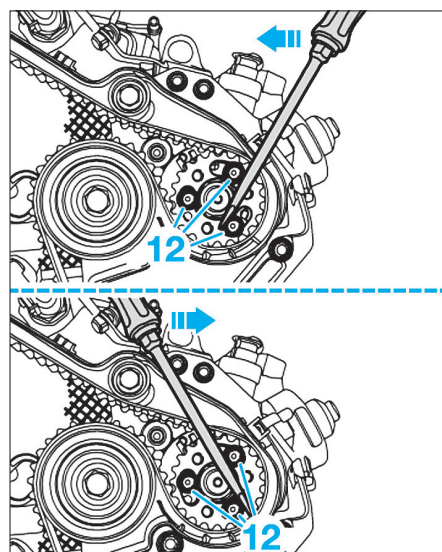

FIG. 20
• Tourner le cas échéant le moyeu de la pompe haute pression sur les têtes des vis à l'aide d'un tournevis jusqu'à ce qu'il soit possible de freiner le moyeu (Fig.20).